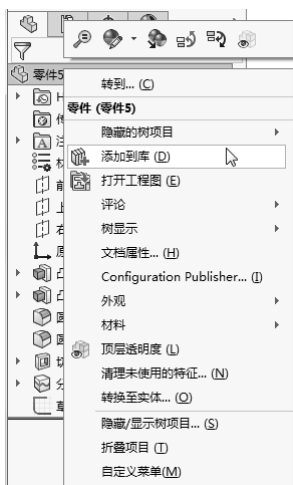
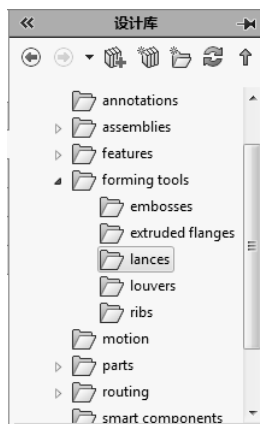
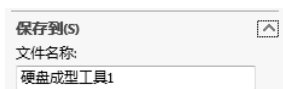

图 10-185 添加到库
图 10-186 选择保存位置
图 10-187 将成型工具命名
⑬ 保存成型工具。在 FeatureManager 设计树中右击成型工具零件名称, 在弹出的菜单中选择“添加到库”命令, 如图 10-185 所示。这时, 会弹出“添加到库”属性管理器, 在“设计库文件夹”栏中选择“lances”文件夹作为成型工具的保存位置, 如图 10-186 所示。将此成形工具命名为“硬盘成型工具 1”, 如图 10-187 所示。保存类型为“.sldprt”, 单击 ✓ (确定) 按钮, 完成对成型工具的保存。
① 单击对话框右边的  (设计库) 按钮, 根据图 10-186 所示的路径可以找到成型工具的文件夹 , 找到需要添加的成型工具“硬盘成形工具 1”, 将其拖放到钣金零件的侧面上。